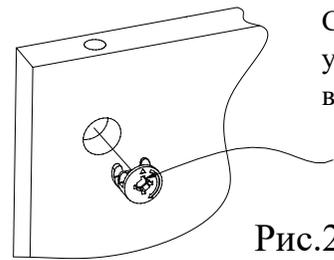

Рис.2
2. Вставьте головки минификсов в детали 2, 3, 4, 5, 6 (Рис. 2).